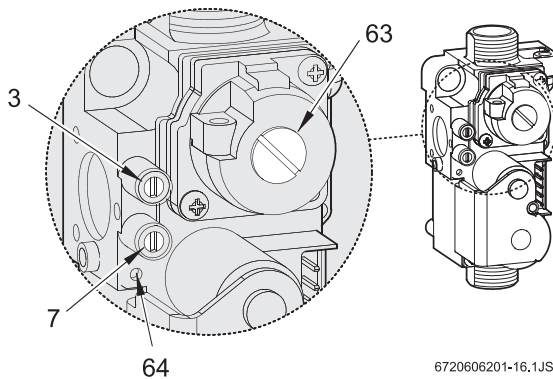

Fig. 3 Valvola gas
- ▶ Smontare il tappo della vite di regolazione (Fig. 3, pos. 63).